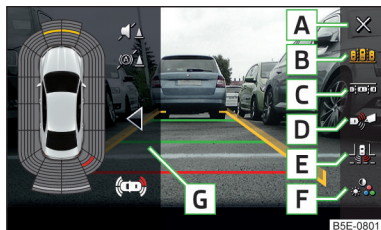

Fig. 265
Touches de fonction » fig. 265
- Donnez une impulsion sur la touche **C** » fig. 265 à la page 237.